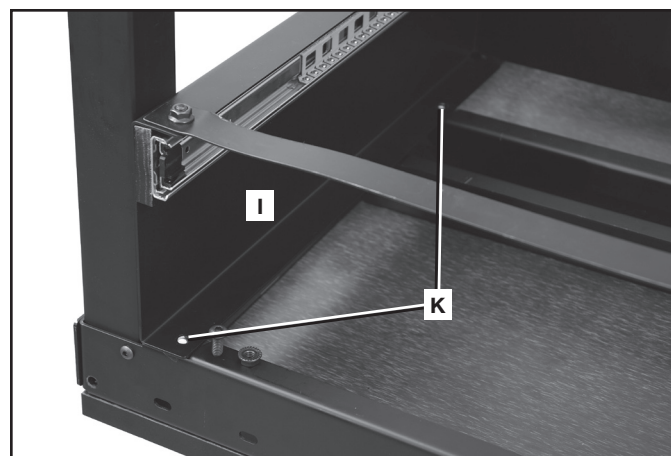
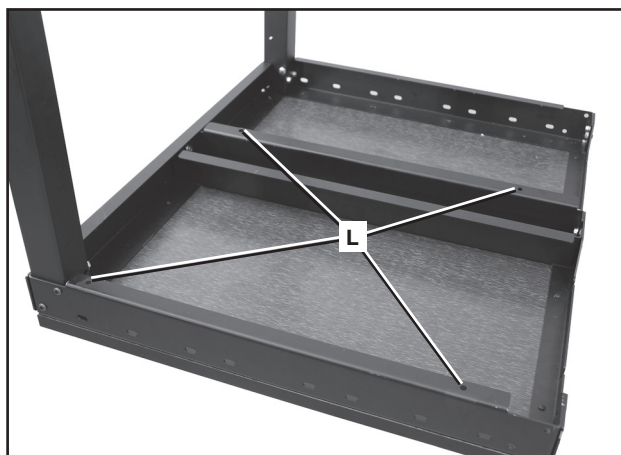

FIG. 6
FIG. 7
De vuelta el marco de la gaveta (I) (como se muestra en la Fig. 6) y alinee los cuatro orificios del marco de la gaveta se muestran dos en (K), Fig. 6, con los cuatro orificios (L), Fig. 7, de la parte inferior de la mesa de extensión.
Anexe el marco al soporte con cuatro tornillos de casquete con cabeza de botón hueca hexagonal de 1/4-20 x 13 mm (1/2 pulgada) y tuercas de brida de 1/4-20. Inserte los tornillos en los orificios (K) Fig. 6 y ajuste por debajo con las tuercas de brida.